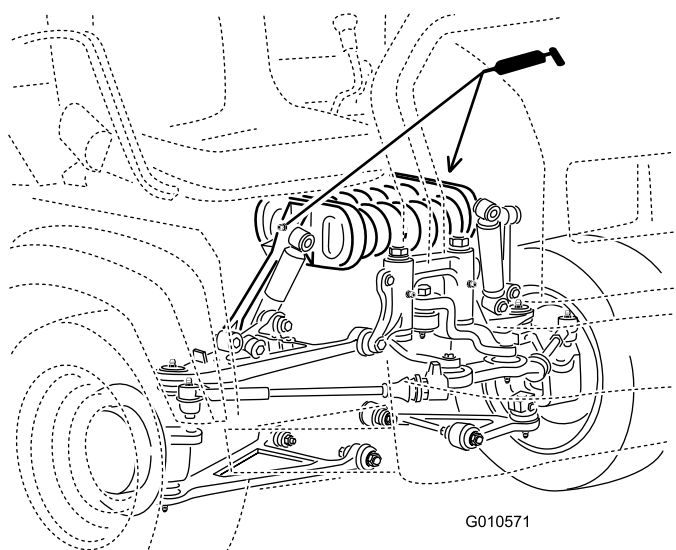

Figura 29
- **Torre de mola (2);** consulte Figura 29